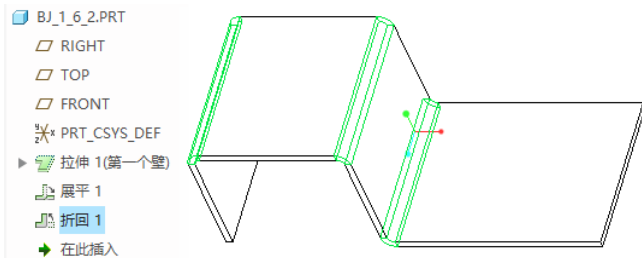

图 1-252 折回的结果
(3) 确保选中“折回”选项卡中的 (自动全选) 按钮以自动选择所有折弯曲面和边。另外，接受默认的固定几何参考。用户可以根据需要，激活 “固定几何”收集器以自定义固定几何参考。
(4) 单击 (完成) 按钮，结果如图 1-252 所示。